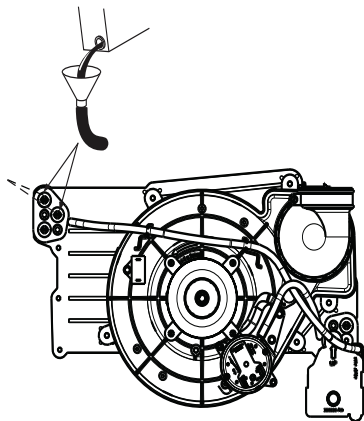

Fig. 62 – Amorçage du siphon de condensat
1. Retirez les bouchons de vidange central et supérieur de la boîte collectrice, à l'opposé du siphon de condensat. Consultez la Fig. 62.